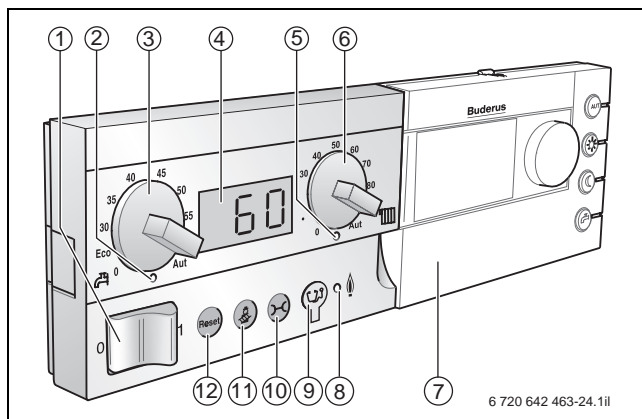

Bild 12 Anzeigen und Bedienelemente des Basiscontrollers Logamatic BC10
Der Basiscontroller Logamatic BC10 (→ Bild 12) ist die Grundbedieneinheit der meisten Heizkessel mit dem Regelsystem Logamatic EMS.
Der Logamatic BC10 enthält alle erforderlichen Elemente zur Bedienung der Heizungsanlage. Außerdem befindet sich am Logamatic BC10 ein Steckplatz für die Bedieneinheit RC35, mit der weitere Funktionen einer komfortablen Regelung zur Verfügung stehen (→ Bild 12, Pos. 7).
- Ein- und Ausschalten des Heizkessels und aller im Heizkessel eingebauten Module über einen Hauptschalter (→ Bild 12, Pos. 1)